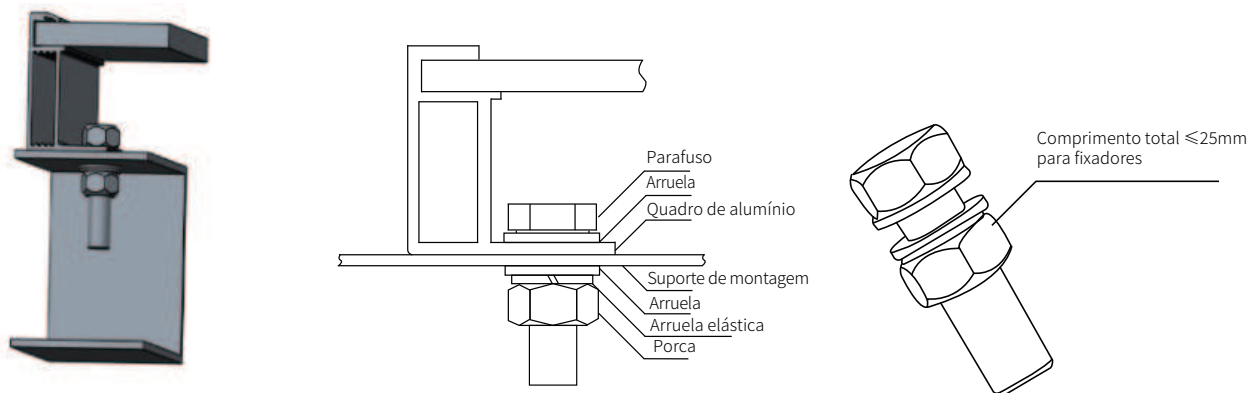

Figura 5 Ilustração de instalação de furo de montagem de módulo monofacial
Através do orifício de montagem na estrutura traseira dos módulos, use parafusos para fixar o conjunto no suporte. Os detalhes da instalação são mostrados na Figura. 5
- (2) Ao usar o módulo de estrutura LONGi com altura de 30 mm (Figura 5), é recomendável selecionar fixadores com comprimento total ≤ 25 mm. (Se houver um modelo especial, consulte o pessoal de atendimento ao cliente da LONGi).